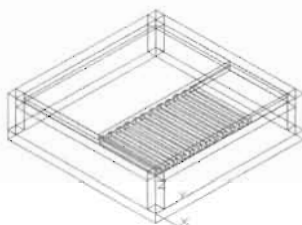

图 12-88
(13) 最后将茶几上层中间的长方体全部选中, 然后向下移动 20 个单位, 茶几模型就创建完成了, 最终效果如图 12-88 所示, 命令执行过程如下。